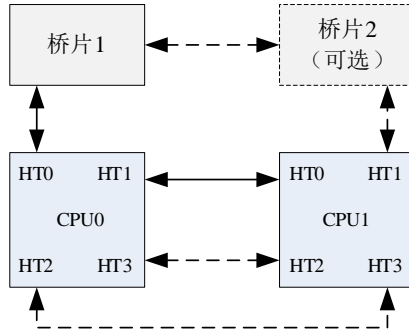

图 1.3 双处理器系统
- (2) 双路服务器, 龙芯 3C5000 双处理器系统。使用固定的 HT 接口用于 IO 桥片连接; 使用其它 HT 接口用于多处理器间互连。一种常见的连接方式如图 1.3 所示。其中 CPU 间的虚线连接数量影响互连带宽, 而与桥片的虚线连接方式需要根据具体桥片要求决定。CPU1 的 HT0 和 HT1 可交换使用。